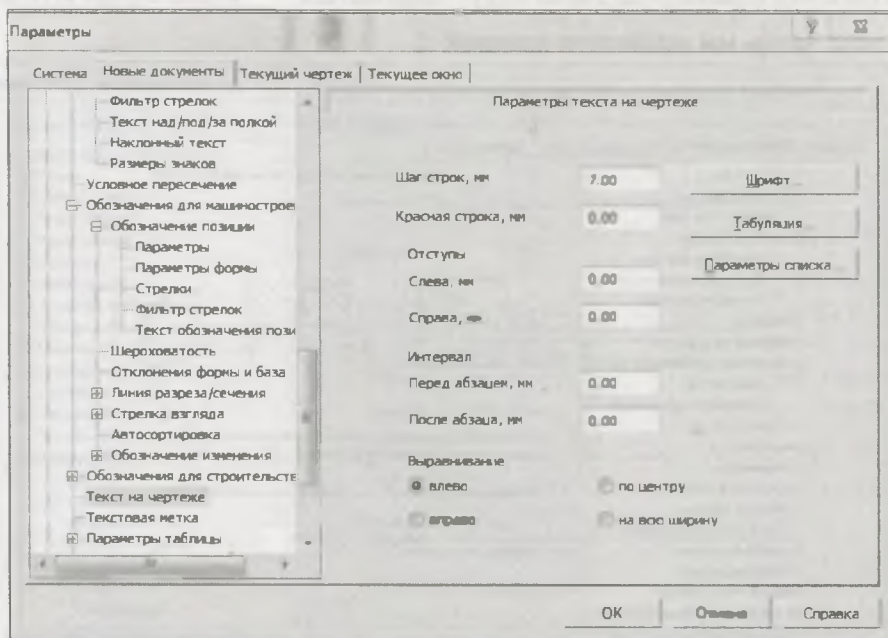

Рис. 17.30. Диалоговое окно Параметры с открытой панелью Параметры текста на чертеже
- выделите пункт **Текст на чертеже** — в правой части появится панель **Параметры текста на чертеже**, которая позволяет настроить параметры текста на чертеже (рис. 17.30). Основная часть их будет использоваться по умолчанию.